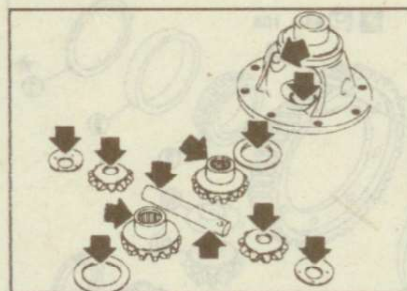

Рис. 9.129. Проверка шестерен, шайб, оси и коробки дифференциала
• Проверьте сопрягаемые поверхности коробки дифференциала, полуосевых шестерен и сателлитов (рис. 9.129).